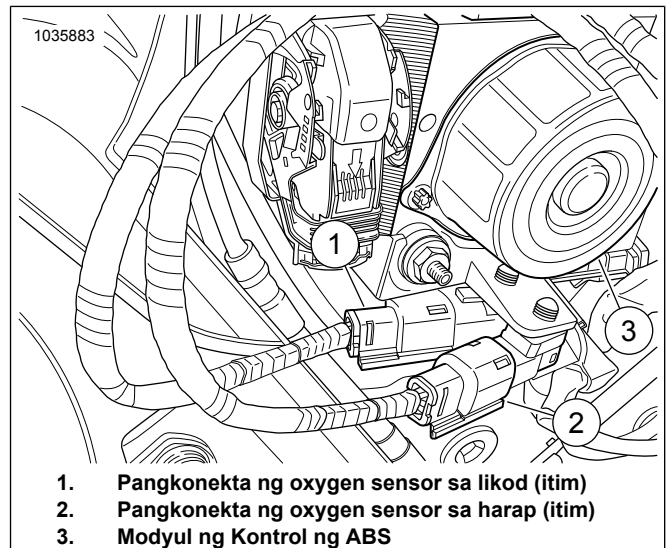

Figure 13. Mga Koneksyon ng Pangunahing Harness ng ATM
12. Tingnan ang Figure 13 at Figure 8. Iruta ang kulay grey (3) at itim (1) na harness ng pangkonekta palabas sa likod ng modyul ng kontrol ng ABS (2) at ikonekta sa pangunahing harness. Mga pangkonektang magkakapareho ng kulay: itim sa itim at grey sa grey.